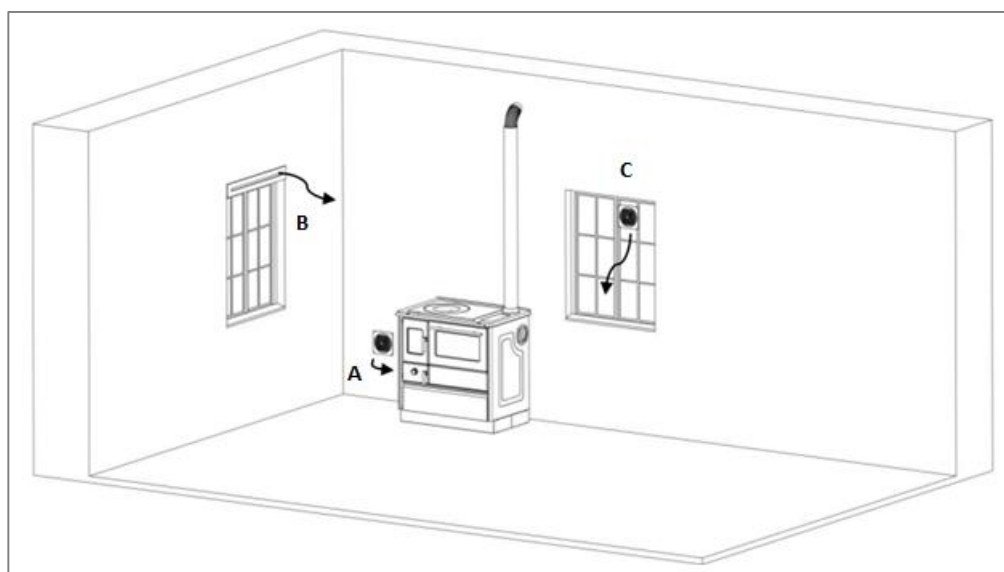

Figura 2
2. Para los casos anteriores la habitación donde se instale la cocina debe estar ventilada continuamente. **Vea figura 2 (B y C).**
3. Se aconseja que la abertura para el aire comburente para la cocina esté ubicada en la parte inferior de la habitación junto a la cocina. **Vea figura 2 (A)**